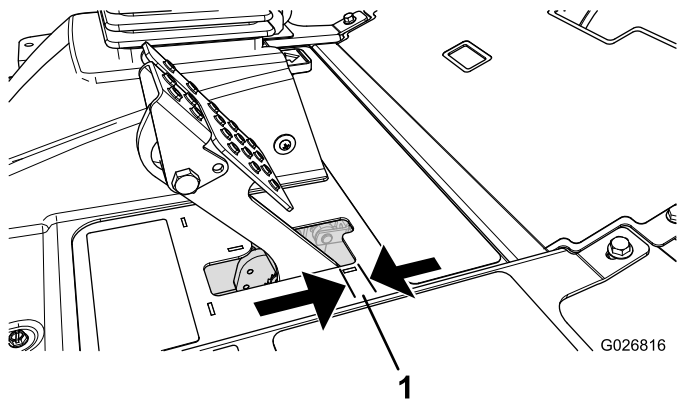

Рисунок 113
4. Слегка нажмите педаль тормоза и измерьте расстояние перемещения педали без сопротивления (Рисунок 113).
Примечание: Отрегулируйте тормоза, если свободный ход (Рисунок 113) педали тормоза превышает 2,5 см или требуется большее усилие нажатия стояночного тормоза для торможения.
6. Затяните задние гайки, чтобы переместить трос назад так, чтобы свободный ход педалей тормоза составил от 6 до 13 мм (Рисунок 113) до момента фиксации колес стояночным тормозом.